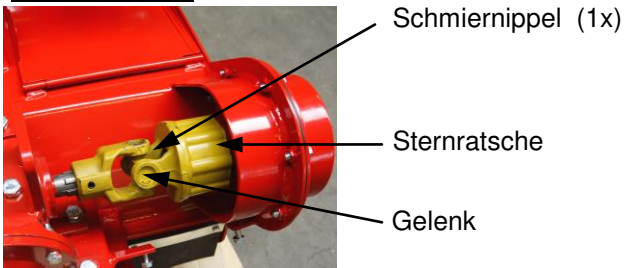

Abb. 3
- Überlastkupplung (Sternratsche - Abb. 3) und Antriebsgelenkwelle vor Inbetriebnahme und danach alle 8 Betriebsstunden schmieren.